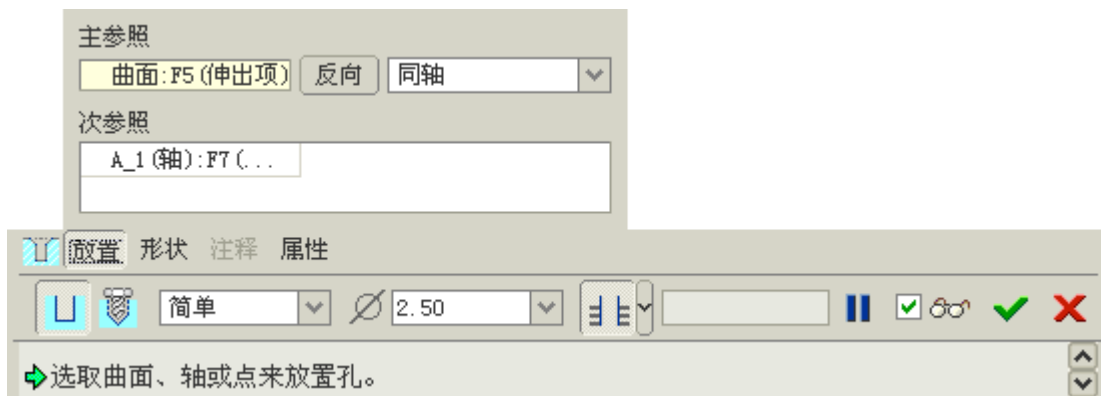

图 37-8
- (1) 单击特征工具栏中的 ，打开孔特征操控板，选择圆柱的上端面为放置平面。
- (2) 选择“同轴”定位方式，选择圆柱体的轴线 A_1 为定位参照，其他参数设置如图 37-8 所示。